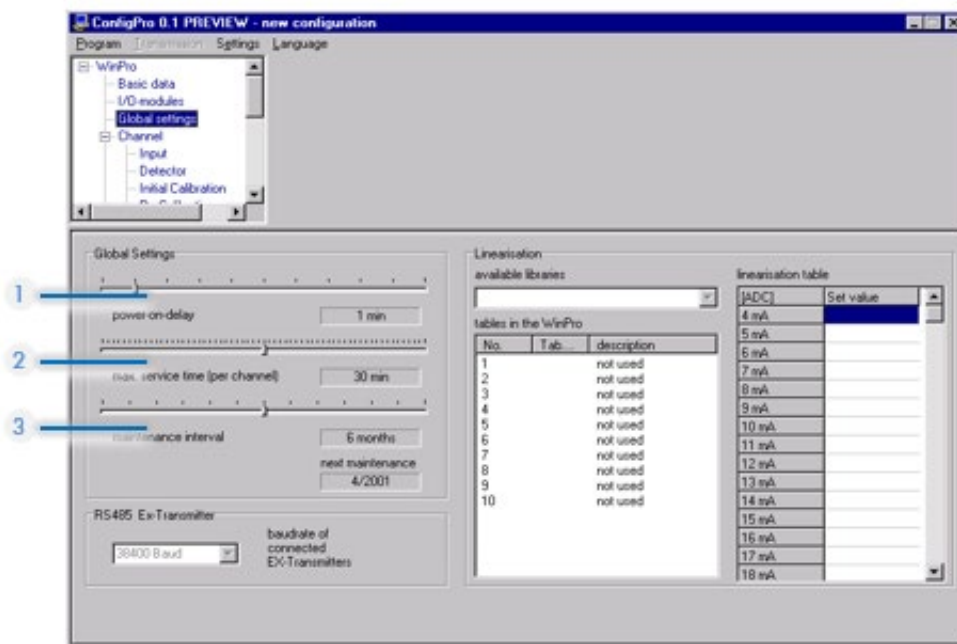

Figure 12-9
- Le temps d'inhibition à la mise sous tension, rep 1 Figure 12-9
- Le temps autorisé pour un réglage, rep 2 Figure 12-9
- Cadence de la maintenance préventive etc... rep 1 Figure 12-9